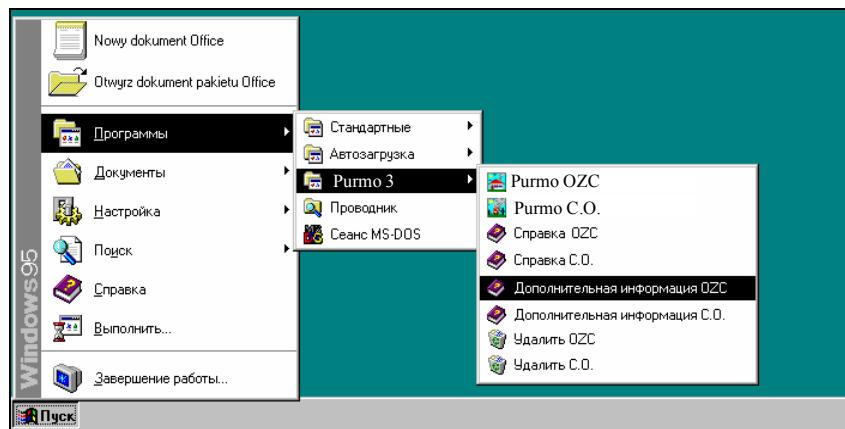

Рис. 4.1. Запуск программы PURMO С.О. в системе Windows 95
2. перейти к меню Пуск (Start) системы Windows (Рис. 4.1);